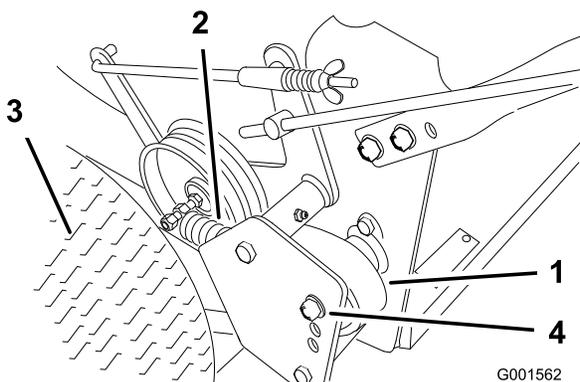

Figura 37
1. Retire el pasador de horquilla que sujeta la varilla del freno al brazo del freno para aliviar la tensión en la polea tensora de la correa (Figura 37).
2. Retire el perno inferior y afloje los pernos superiores del protector para poder girarlo y facilitar el acceso a la correa (Figura 37).
3. Eleve la correa, desacópela de la polea tensora y retírela de la polea de transmisión (Figura 37).
6. Sujete el deflector con los pernos retirados anteriormente, y apriete los pernos (Figura 37).
7. Sujete la varilla del freno al brazo del freno con un pasador de horquilla (Figura 37).